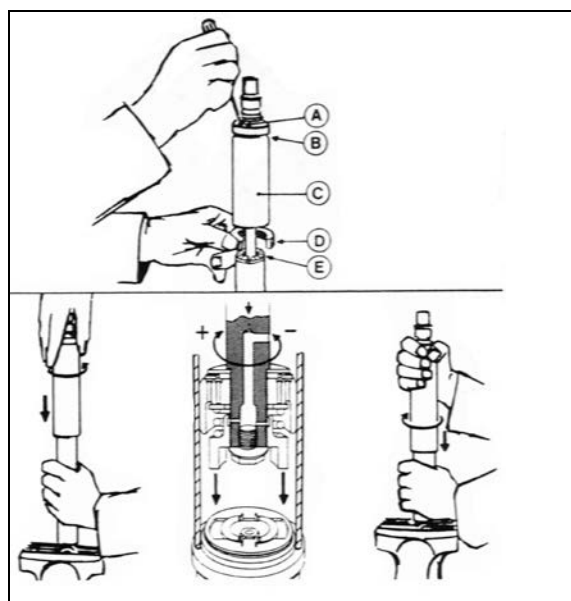

FIGURE 27: AMORTISSEUR PNEUMATIQUE 18643
Pour régler la vitesse du cycle d'ouverture et de fermeture sur l'amortisseur (Figure 27) :
2. Fermer complètement l'amortisseur tout en pivotant lentement le capot pare-poussière ou la tige piston dans le sens antihoraire jusqu'à sentir que les cames de l'écran de réglage entrent dans les encoches de l'ensemble de clapets (Figure 27).
Voir Figure 27, s'il y a une échancrure (B) sur le capot pare-poussière (C) et que le capot possède deux trous (A), l'amortisseur est muni d'une butée en caoutchouc (D). Si tel est le cas, étendre complètement l'amortisseur et insérer une barre ronde ou un tournevis dans les trous. Pousser la butée en caoutchouc vers le bas et la retirer. Enlever la bague fendue en plastique (E) (le cas échéant) de la tige piston.
Si une butée de caoutchouc avait été installée, la remettre dans le capot pare-poussière. En fermant complètement l'amortisseur, la butée se placera dans la partie supérieure du capot pare-poussière. Remettre en place la bague fendue en plastique (E) (Figure 27)